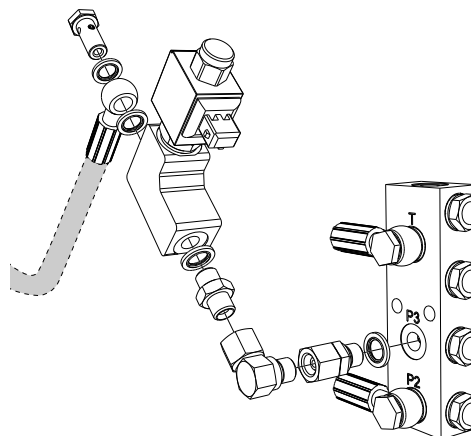

Bild 2. Montera magnetventilen och hydraulslangen/hydraulslangarna
3. Montera magnetventilen i anslutningen (P3) på anslutningsblocket, se Bild 2.
4. Anslut hydraulslangen/hydraulslangarna till magnetventilen, se Bild 2.